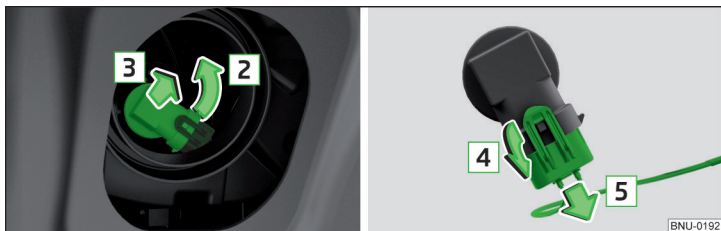

Fig. 351 Remplacement de l'ampoule du feu de l'antibrouillard
- Tournez la douille avec l'ampoule jusqu'à la butée dans le sens de la flèche **2** » fig. 351.